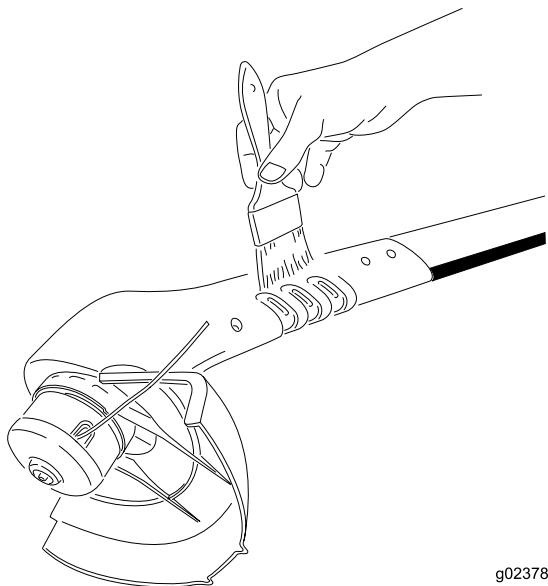

Figure 11
- Débarrassez les grilles d'entrée d'air des débris accumulés (Figure 11).